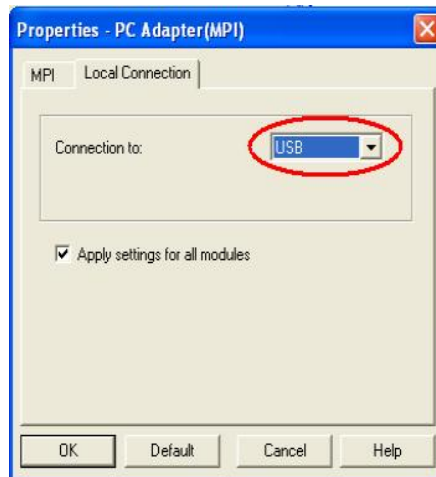

图 2.2.4
4. 点击属性对话框中的 Local Connection 标签，为 PC-Adapter 选择 USB 端口作为它与计算机的通讯口，如图 2.2.4 所示(如果是 COM 口的 PC-Adapter 电缆，您应当选择实际连接的计算机 COM 口，例如 COM1，注意，如计算机本身没有 COM 口，通过 USB 转换出来的 COM 口一般不支持下载，视电缆的情况而定)。